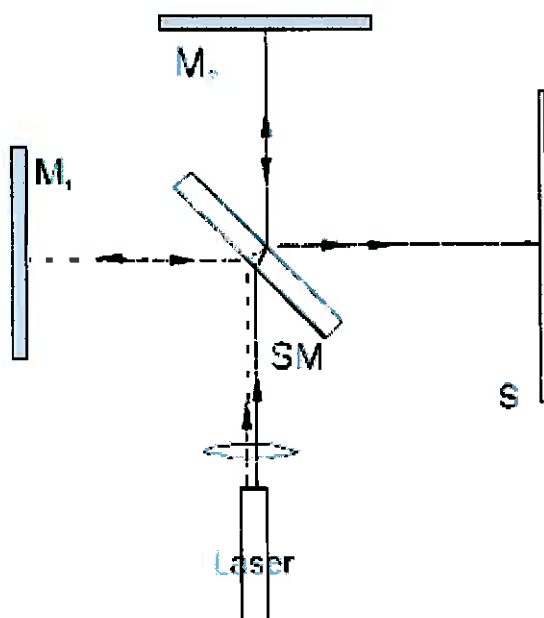

Fig. 2 Struttura sperimentale dell'interferometro di Michelson (M1, M2 = specchio, Sm = specchio semitrasparente, S = schermo in vetro smerigliato)
- Posizionare il raggio all'incirca al centro sul lato longitudinale della lavagna (fig. 2) e orientare il raggio laser parallelamente alla piastra di base (vedere note).
- Disporre lo specchio semitrasparente tra il laser e lo specchio M2 (vedere fig. 2). L'angolo tra lo specchio semitrasparente e l'asse del raggio laser deve essere possibilmente di  $45^\circ$ .
- Montare lo specchio in vetro smerigliato in base alla fig. 2. Il raggio laser deve presentarsi nel centro.
Nel caso della struttura secondo la fig. 2 è importante che le onde circolari che si sovrappongono formino soltanto un angolo ridotto. Il motivo di interferenza risulta quindi visibile nella superficie I (vedere fig. 3a). Se l'angolo è eccessivamente grande (fig. 3b), non è possibile osservare l'interferenza. È, quindi, importante che il raggio laser sia orientato, in modo che esso si sviluppi parallelamente rispetto alla piastra di base e dopo la riflessione sugli specchi M1 e M2 continui a svilupparsi parallelamente.